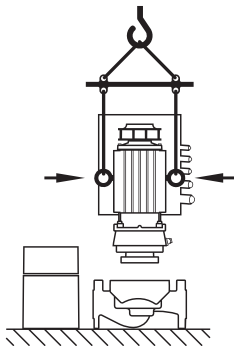

Fig. 9: Транспортировка съемного блока
- При необходимости, например, в случае ремонта, проушины можно перенести с фланца на корпус мотора (см. напр., рис. 9). Перед монтажом транспортировочных проушин на корпусе мотора необходимо вывернуть проставки из отверстий для транспортировочных проушин (рис. 7, поз. 20b) (см. главу 10.2.1 «Замена скользящего торцевого уплотнения» на стр. 216).
- Транспортировочные проушины, перенесенные с фланца мотора на корпус мотора, разрешается использовать только для перемещения/транспортировки съемного блока (рис. 9), но не всего насоса. Использование проушин для отделения съемного блока от корпуса насоса запрещено.